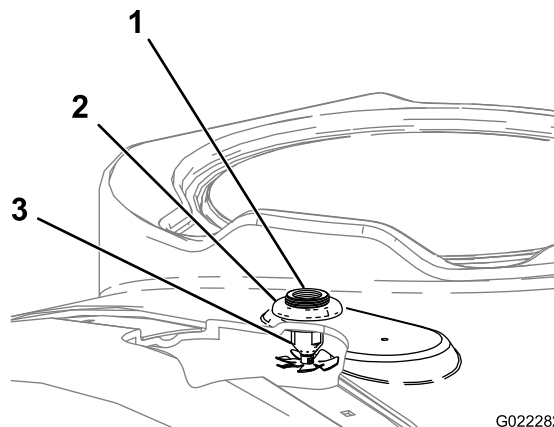

Figura 8
2. Instale las boquillas desde abajo a través de los taladros que perforó (Figura 8).
3. Instale la tuerca de plástico con arandela prensada sobre la rosca expuesta del pasamuros situado encima del depósito (Figura 8).